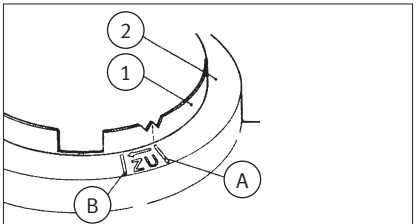

Abb. 10/Fig. 01/ Puc. 10/图10
- Audi 4 缸/ 5 缸, 配全轮驱动,** 图 10: